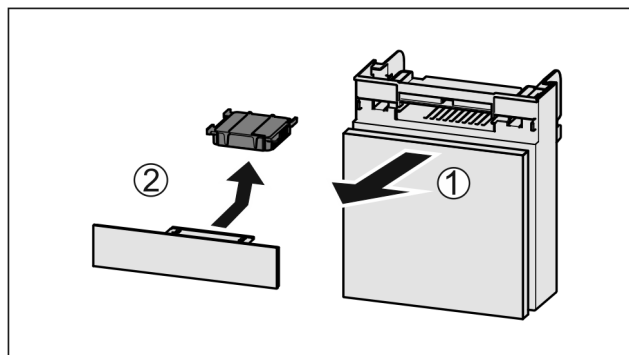

Fig. 99
- Vytiahnite zásuvku smerom dopredu Fig. 99 (1).
- Vyberte aktívny uhlíkový filter Fig. 99 (2).